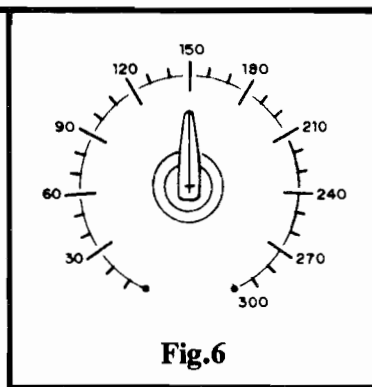

Fig. 6
- - Material para confecção de eventual escala graduada (ver fig. 6).
- FIG. 6 - ESCALA PARA O POTENCIÔMETRO (OPCIONAL) - Em aplicações nas quais diversos "pontos" específicos de Temperatura devam ser regulados e modificados de tempos em tempos, talvez seja conveniente dotar o TIPP-2S do sugerido potenciômetro externo, e este de um **dial** ou escala graduada, a ser calibrada com o auxílio de um preciso termômetro... A figura dá uma sugestão genérica, na qual o Leitor pode se basear para a elaboração da **sua** escala específica...